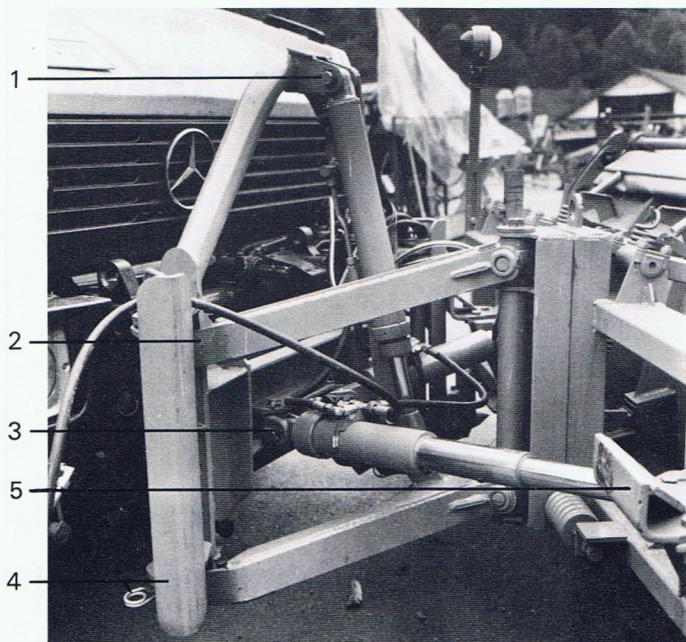

Bild 1
Hubzylinder mit Kolbenstange nach unten mittels Bolzen in Geräteplatte einhängen und mit Klappsplint sichern (Bild 1, Pos. 1).
Parallelogramme des Vorbaugerätes in die vorgesehenen Bohrungen der Geräteplatte mit Steckbolzen einhängen (Bild 1, Pos. 2).
Umstellzylinder mit Gelenkstücken, Bolzen und Klappsplinten an Geräteplatte und Pflug anbringen (Bild 1, Pos. 3).
Anschläge mit jeweils 3 Schrauben, Muttern und Federringen an Pflug montieren (Bild 1, Pos. 5).
Halbschalen mit Umsteckbolzen seitlich an Geräteplatte anbringen und mit Federstecker sichern (Bild 1, Pos. 4).
Leerfahrtsicherung am oberen Bolzen der Hubzylinderaufhängung einhängen und mit Klappsplint sichern (Bild 1, Pos. 1).
- Attach the lift cylinder with the piston rod pointing downwards to the attachment plate using pins and secure with spring clip (Fig. 1, Item 1).
- Fix the parallelogram arms of the front-mounted implement in the holes provided on the attachment plate using lynch pins (Fig. 1, Item 2).
- Mount orientation cylinder with ball ends, pins and spring clips on to the implement plate and snowplough (Fig. 1, Item 3).
- Fix bearing halves with lynch pins to each side of the implement plate and secure with spring pins (Fig. 1, Item 4).
- Connect the hydraulic hoses according to Figure 1 and the Diagram on Page 4 to the relief valve, orientation cylinder, lift cylinder and quick-couplers. Lead the four hoses which connect to the UNIMOG through the eye in the attachment pin and bind together with a band.
Accrocher le vérin de relevage à la plaque d'attelage à l'aide des broches (la tige vers le bas) et assurer avec les goupilles rabattables (Fig. 1, Pos. 1).
Fixer les parallélogrammes de l'outil aux oeillets prévus dans la plaque d'attelage au moyen des broches (Fig. 1, Pos. 2).